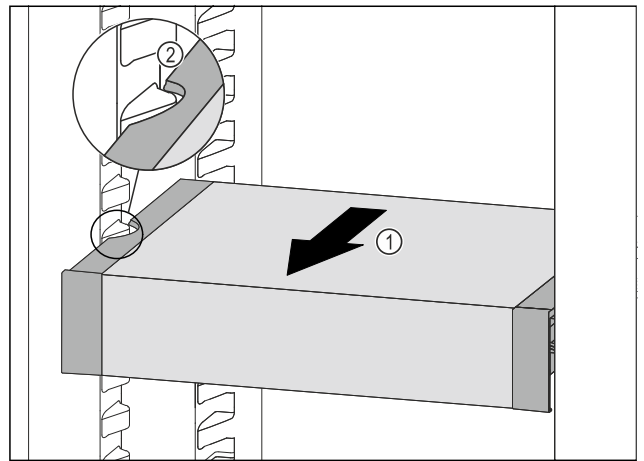

Fig. 103
- Tirare VarioSafe in avanti Fig. 103 (1) fino a quando le cavità laterali di VarioSafe non si trovano al livello della nervatura del contenitore nel vano frigorifero. Fig. 103 (2)